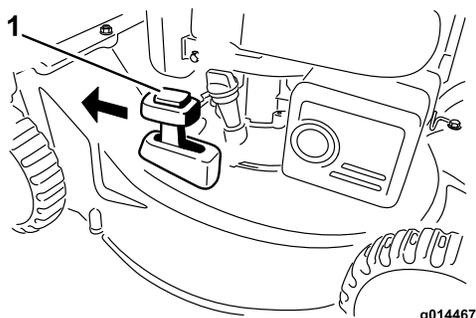

Figure 16
2. Appuyez sur le bouton en haut du levier de recyclage/ramassage et placez le levier à la position **mode recyclage** (Figure 16).
2. Pour ramasser l'herbe coupée, montez le bac à herbe (voir Montage du bac à herbe). Appuyez sur le bouton en haut du levier de recyclage/ramassage et placez le levier à la position **mode ramassage** (Figure 16).
Remarque: Le levier de recyclage/ramassage doit être à la position **mode ramassage** (Figure 16).